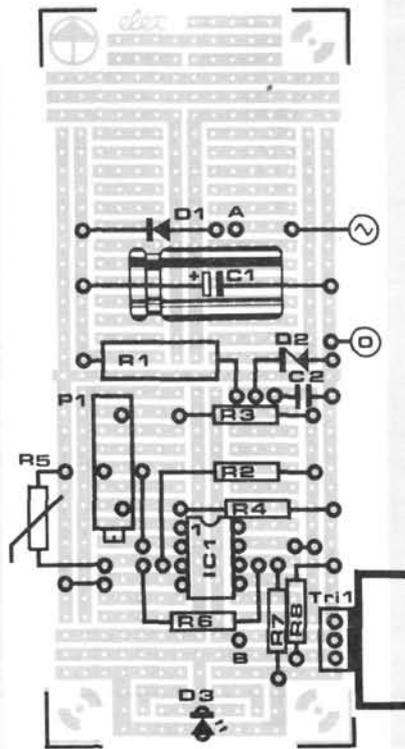

Figure 2 - L'ensemble tient sur une platine de format 1. Le triac a besoin d'un petit refroidisseur car lui aussi dégage de la chaleur.
La construction du montage électronique ne pose pas de problème, tout se loge sur une platine d'expérimentation de format 1, y compris le petit refroidisseur du triac. Donc, pas de commentaire de la figure 2. L'autre partie du travail est plus délicate : il s'agit de la fabrication de l'élément chauffant à partir de fil résistant. Vous pouvez, au choix, l'installer
**Figure 2 - Si on dessine les deux files de rails, on voit immédiatement la cause du court-circuit : la polarité d'un rail ne peut pas correspondre à la fois aux deux positions.**
quoi ce qui est possible sans problème pour le cheval d'avoine est moins facile pour le cheval de feu\*. La raison est plutôt géométrique qu'électrique. Après l'algèbre et les intégrales triples, de la géométrie ? Oui, mais simple, restez avec nous. La figure 2 représente deux tracés de voie simplifiés avec les deux files de rails. Dans le cas a, rien de particulier à signaler ; les choses se compliquent dans